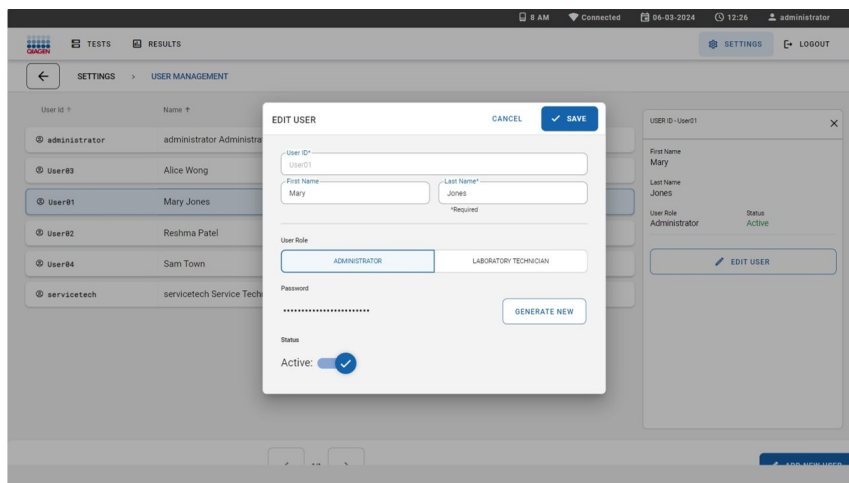

Bild 71. Dialogrutan Edit user (Redigera användare).
1. Välj användaren att hantera från listan över användare (Bild 71).